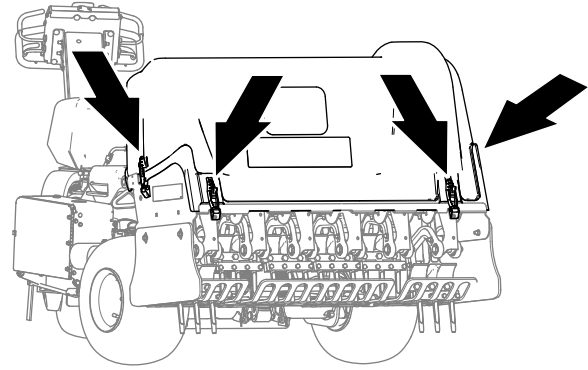

**Bild 147**
4. Wenn Ihre Maschine mit einem CE-Gurtschloss der Riemenabdeckung ausgestattet ist, setzen Sie die Schraube des Gurtschlosses in das Loch des Schlosses ein und ziehen Sie die Schraube fest (Bild 147).